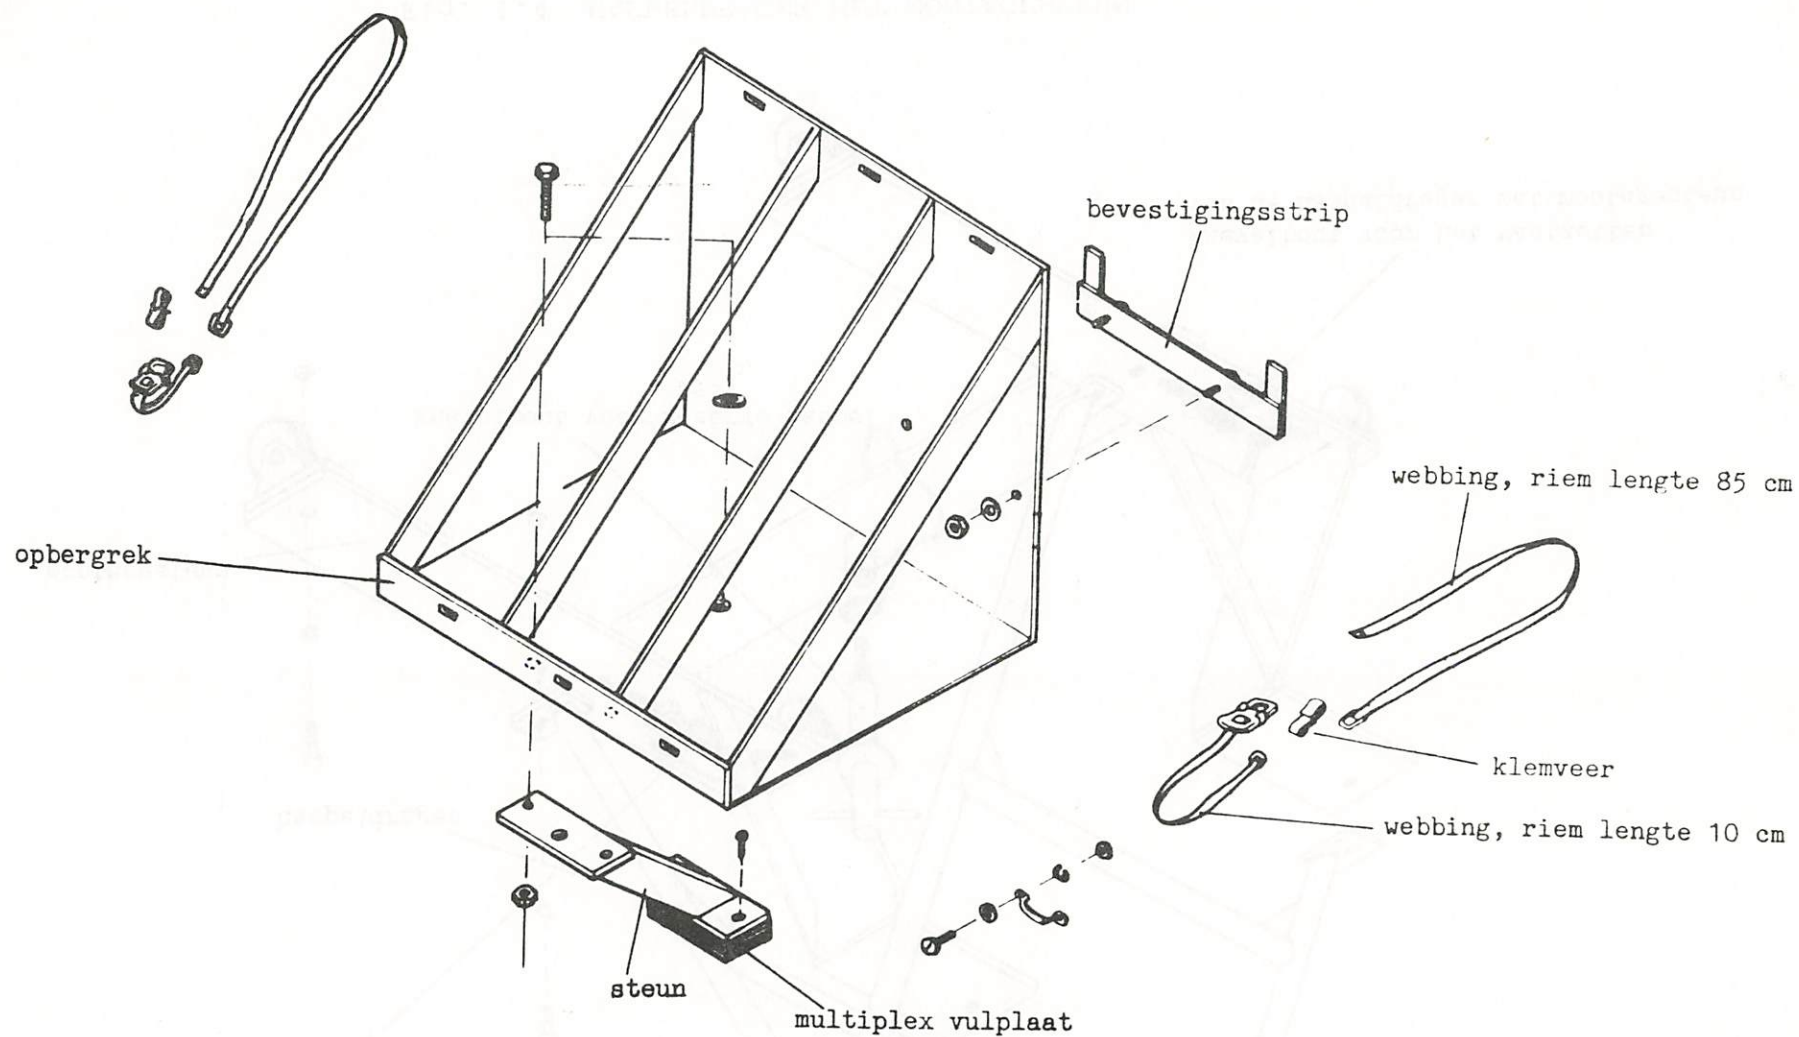

Fig. 1.3 OPBERGREK VOOR HASPELS
- 1 opbergrek voor 3 haspels type RL-159/U (zie fig 1.3)